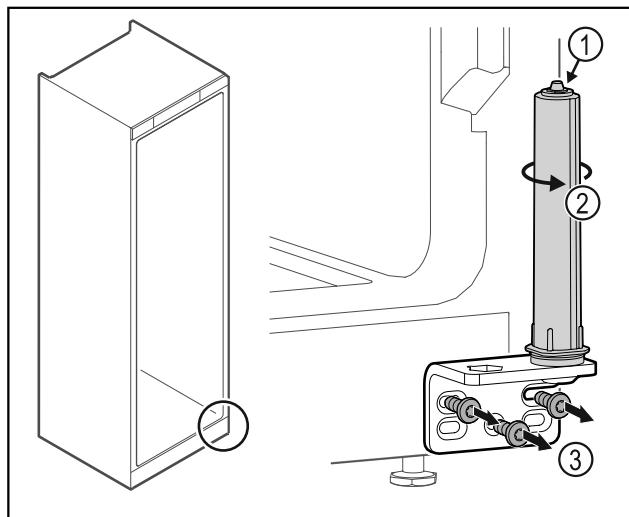

Fig. 25
- Ne rastavljajte sustav zatvaranja vrata Fig. 25 (1).
- Okrećite sustav zatvaranja Fig. 25 (2) dok ne klikne.
- Odvrnute kutne šarke Fig. 25 (3).